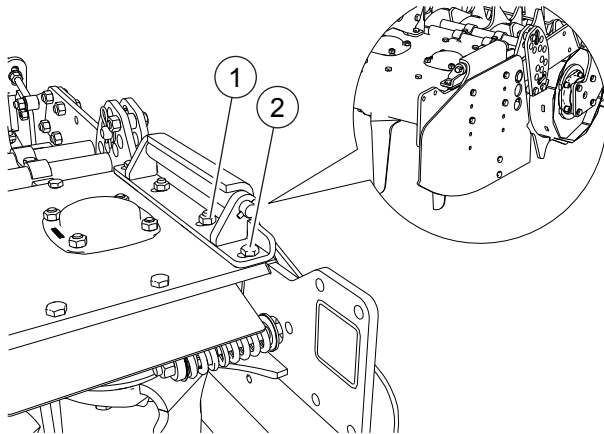

FIG. 14
- Die Schrauben lösen (2, "Fig. 14"). Die Schraubenmutter lösen (1). Die Schraubengruppe entfernen.